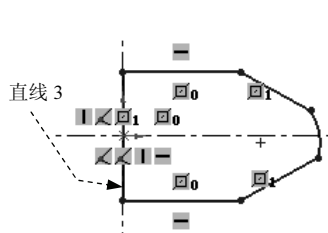

图 2.12.9 添加“重合”约束
Step 5 添加图 2.12.9 所示的“重合”约束。按住 Ctrl 键，选取图 2.12.9 所示的直线和坐标原点，系统弹出“属性”对话框，在 **添加几何关系** 区域中单击 **重合(D)** 按钮。